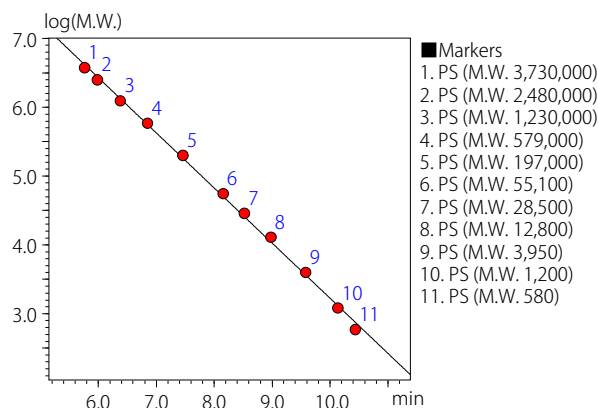

図2 較正曲線
ポリスチレン (PS) の標準マーカーを用いて、580~3,730,000 の分子量範囲で較正曲線を作成しました。図2に較正曲線を示します。なお、解析には、当社ワークステーション LabSolutions™ GPC オプションソフトウェアを使用しました。